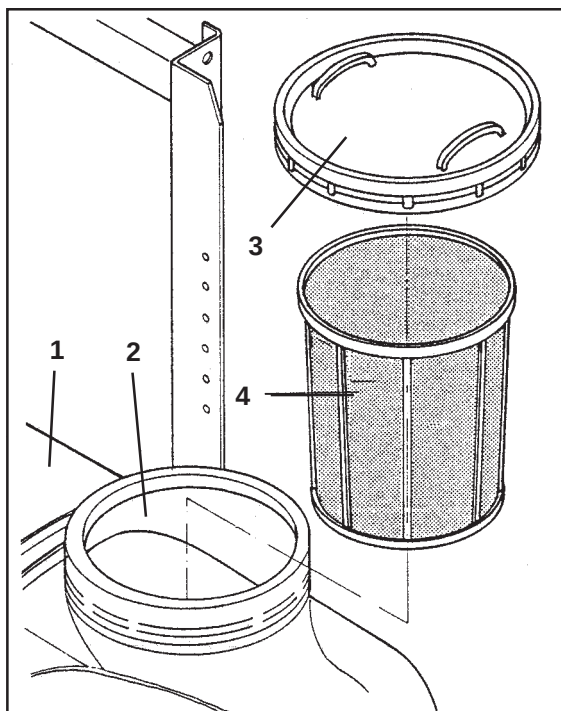

Рис. 6.1
- Заливка воды в бак (рис. 6.1/1) производится через заливную горловину (рис. 6.1/2) из водопровода “свободно падающим потоком”. Заливная горловина закрывается резьбовой крышкой (рис. 6.1/3). Для заливки применяется заливной шланг как дополнительное оборудование (см. главу 12.2).
Заполнение бака осуществлять только с применением сита (рис. 6.1/4).